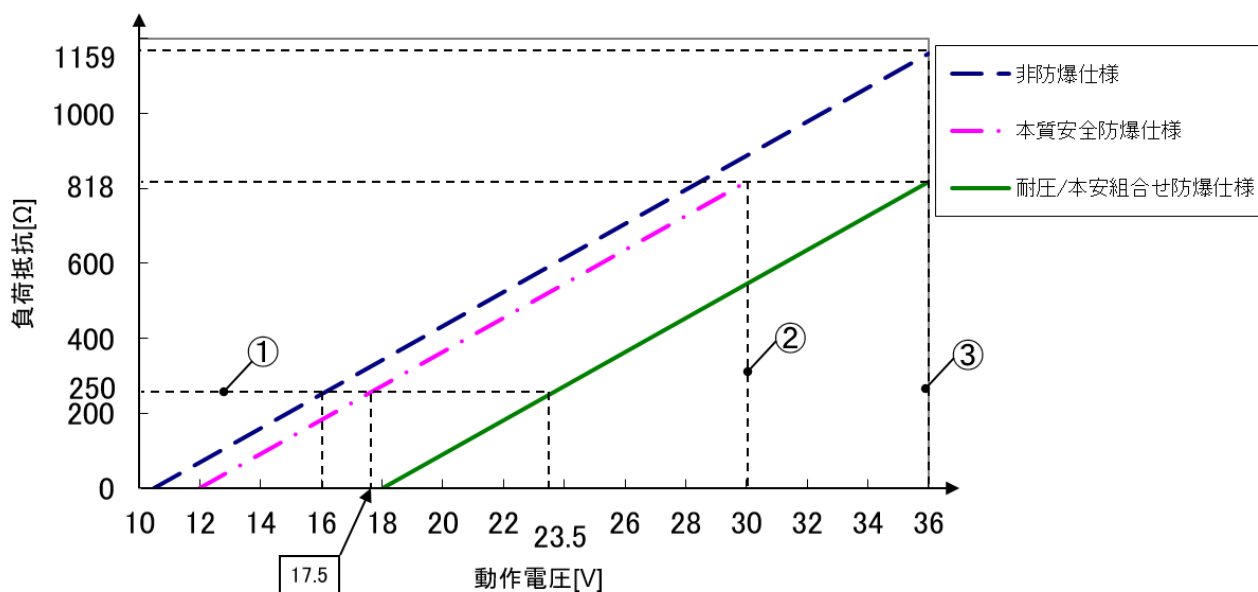

図 3. 3. 1 負荷抵抗と動作電圧
負荷抵抗は図 3. 3. 1 のとおりです。
各機器仕様にて使用する最大動作電圧での最大負荷抵抗値を、図 3. 3. 1 中の②と③で示しています。
通常、HART 通信用に使用される抵抗は 250Ω です。図 3. 3. 1 中の①で 250Ω 時の電圧を示しています。(DC 16V (非防爆仕様)、DC17.5V (本質安全防爆仕様)、DC 23.5V (耐圧/本安組合せ防爆仕様))